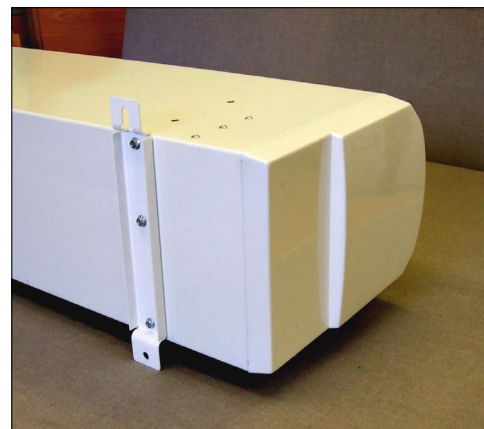

Abb. 2
Schritt 1 Befestigen Sie alle Wandhalterungen an der Rückseite des Gerätes mit den mitgelieferten M6-Befestigungsschrauben (siehe Abb. 2).